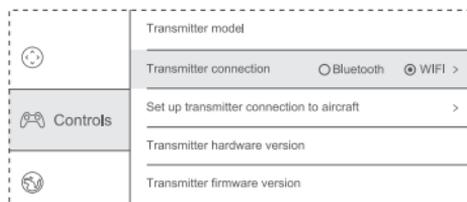

Figure 7
2) Lancez l'application X-Hubsan. Entrez dans l'interface "Setting" et appuyez sur "Controls" . Sélectionnez "WIFI" sur "Transmitter connection" (Figure 7).